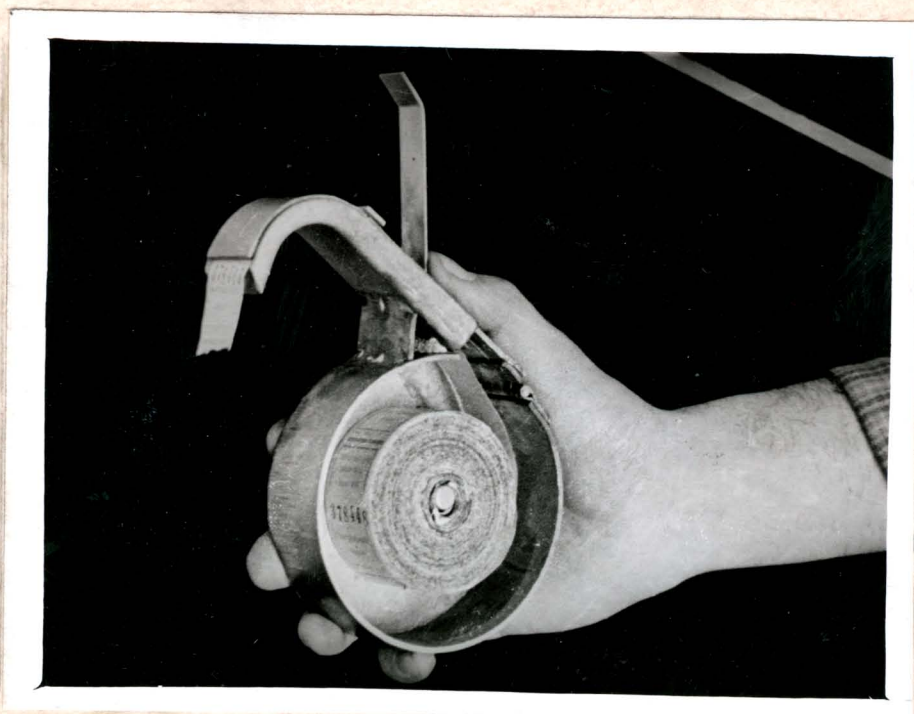

Рис. 2
конец ленты длиной 40 - 50 мм. / рис. 2 /.
4. Вставить билетную кассету в кассу, как показано на рис. 2.